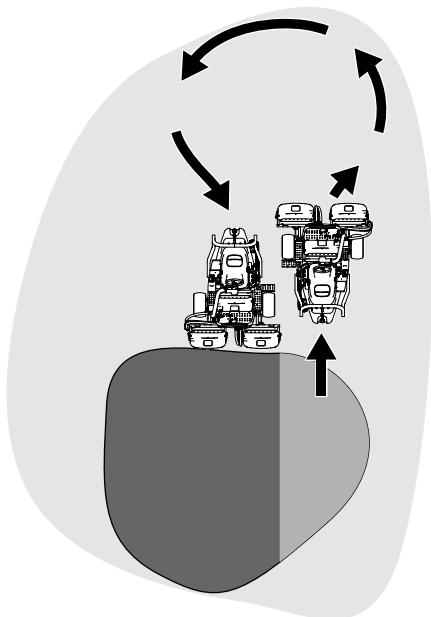

Figura 22
6. Per ridurre i tempi operativi e facilitare l'allineamento per la passata successiva, sterzate momentaneamente la macchina nella direzione opposta, quindi sterzate nella direzione della porzione non tagliata con una svolta a forma di goccia (Figura 22) per allinearvi rapidamente per la passata successiva.